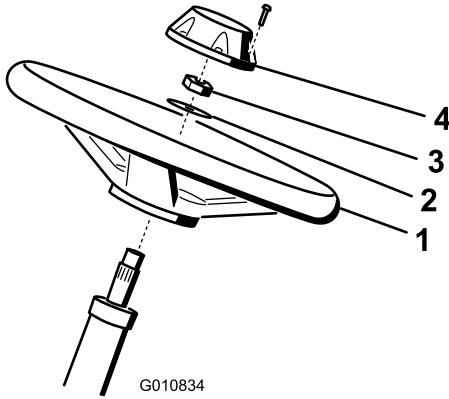

図 4
1. ハンドルをステアリングシャフトにはめ込む 図4。
2. ワッシャをステアリングシャフトにはめ込む 図4。
3. ロックナットでハンドルを固定し、 $27\ 35\ N\cdot m$ $2.83.6\ kg/m = 2026\ ft\cdot lb$ にトルク締めする 図4。
4. キャップを取り付け、ボルト6本で固定する 図4。